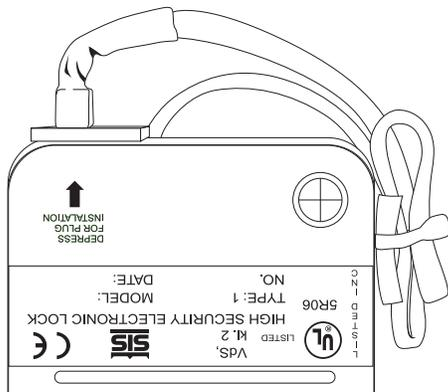

Figure 10
5. Fixez tous les câbles avec des attaches pour les empêcher d'entrer en contact avec des pièces mobiles (figure 10).